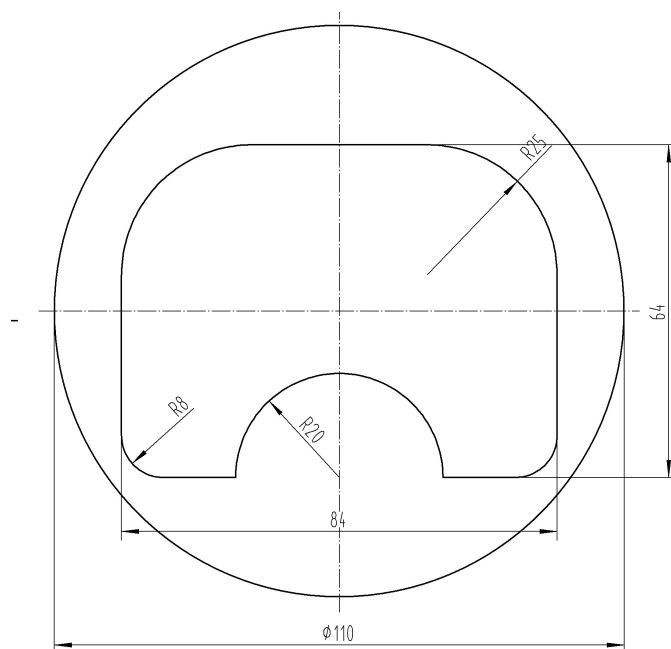

图 10: 刀补实例 2
2、在数控铣床或加工中心上加工如图10所示的零件, 试完成程序的编写。